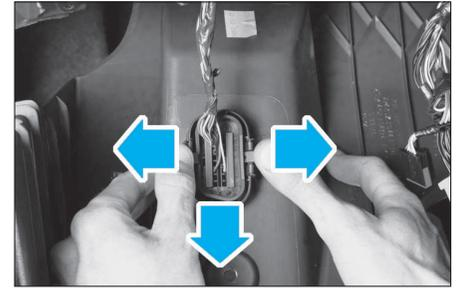

FIG. 41
- le connecteur diagnostic du cache inférieur de colonne de direction (Fig.41).